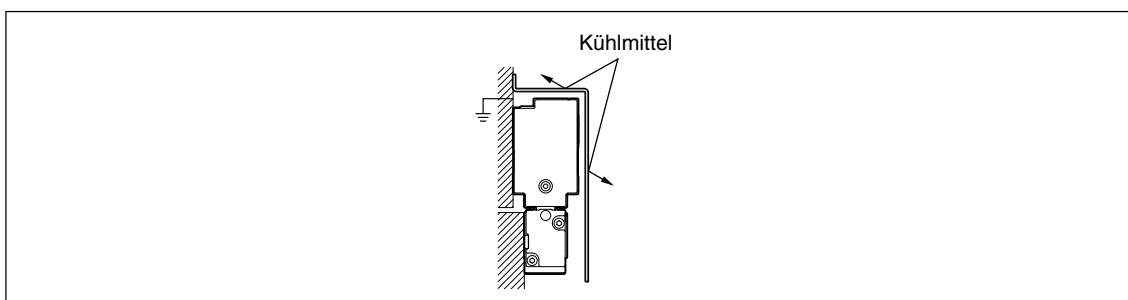

Abb. 2-2
- Denken Sie daran, dass der Maßstab beschädigt wird, falls der Schieber über die Messlänge (ML) hinaus bewegt wird.
- Bringen Sie in Umgebungen, wo Kühlmittel direkt auf den Maßstab spritzen kann, eine Abdeckung am Maßstab an, um ihn vor Spritzern zu schützen. (Abb. 2-2)